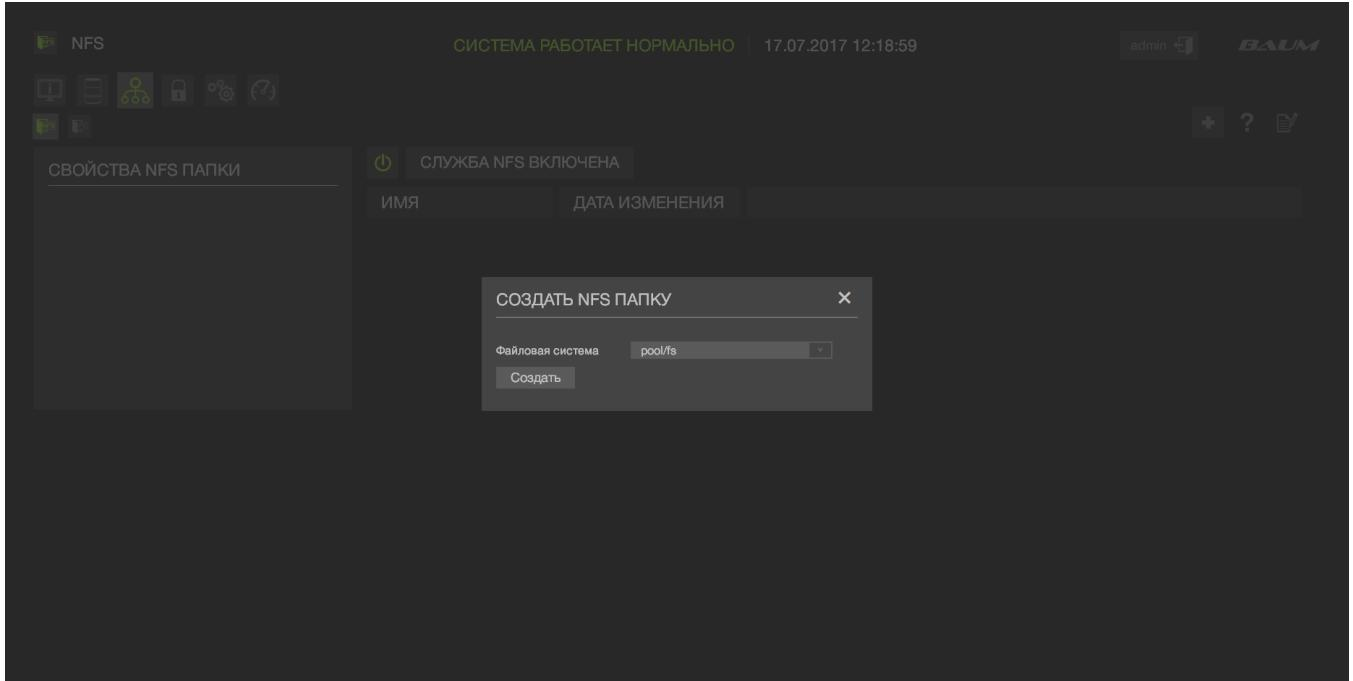

Рисунок 46 – Создание NFS папки
- 6) Перейти во вкладку «Протоколы» → «NFS» (см. Рисунок 46).